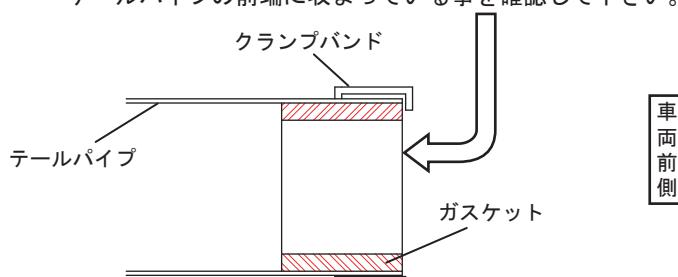

FIG. 7
7. 組み立てたマフラーを車両に取り付け、純正ボルト、ワッシャ、ナットを使用して、車両のタンデムステップブラケットに仮締めして下さい。（FIG. 7, 8参照）